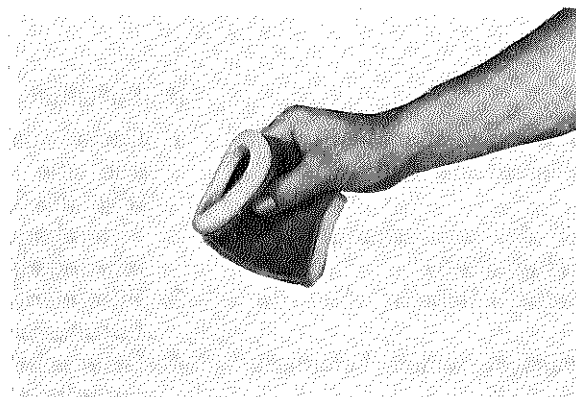

Fig. 2-3-5
2. Slip the element off the wire mesh guide. (Fig. 2-3-5)
2. Séparer l'élément de son armature en treillis métallique (Fig. 2-3-5).
2. Filterelement von der Maschendrahtführung ziehen. (Fig. 2-3-5)